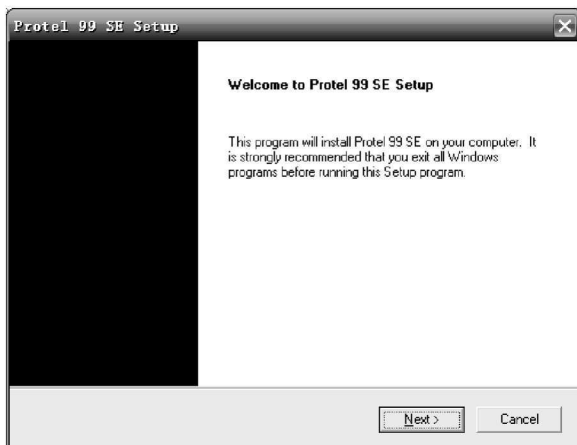

图 1-1 进入安装界面
(1) 从 Protel 99 SE 安装文件夹中找到 Setup.exe 文件, 双击该文件图标, 运行此文件, 进入安装程序, 如图 1-1 所示。